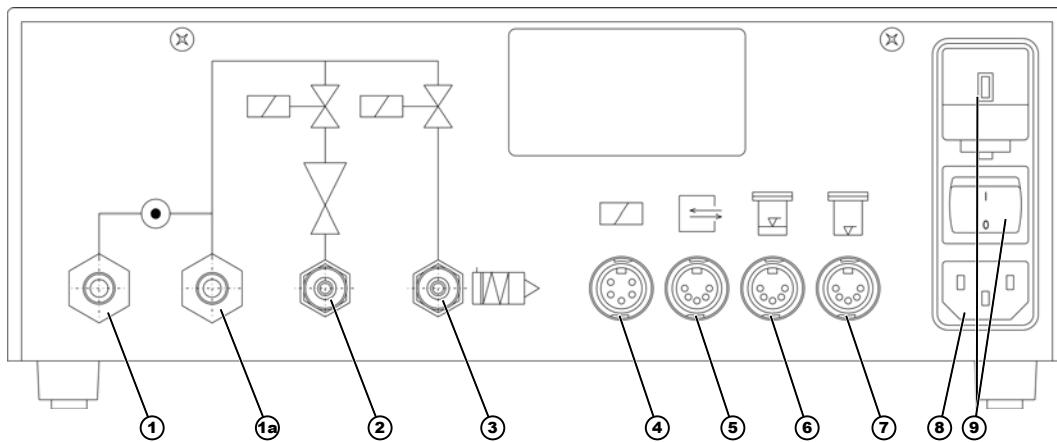

Abb. 3: Rückansicht
1. ➤ Druckluftausgang 1a des Multiline 1000-S (siehe Abb. 3) über einen externen Druckregler mit dem Druckbehälter verbinden. Druckregler auf Minimaldruck einstellen.
Ausgang 1a (siehe Abb. 3) ist ein direkter Abzweig vom Druckluftanschluss 12 des Multiline 1000-S.